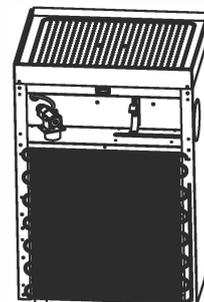

Bild 3
3. Nehmen Sie die Gasflasche/Patrone aus dem Greifer heraus und drehen Sie sie nach hinten. Halten Sie mit einer Hand das Dekompressionsventil und mit der anderen die Kartusche, schrauben Sie die Kartusche ab und nehmen Sie sie heraus (siehe Diagramm, Abbildung 3).